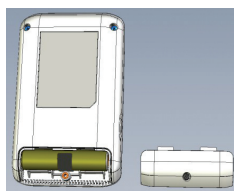
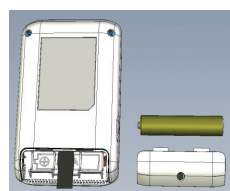

Fig. 1a
Fig. 1b
- 5.2.1. Pour installer/remplacer la pile, dévissez et retirez le couvercle du compartiment placé au dos de l'unité (Fig. 1a). Retirez l'ancienne pile à l'aide de la bande en tissu intégrée ; insérez la nouvelle pile en suivant les indications de polarité indiquées à l'intérieur du compartiment (Fig. 1b), remettez le couvercle et revissez-le.